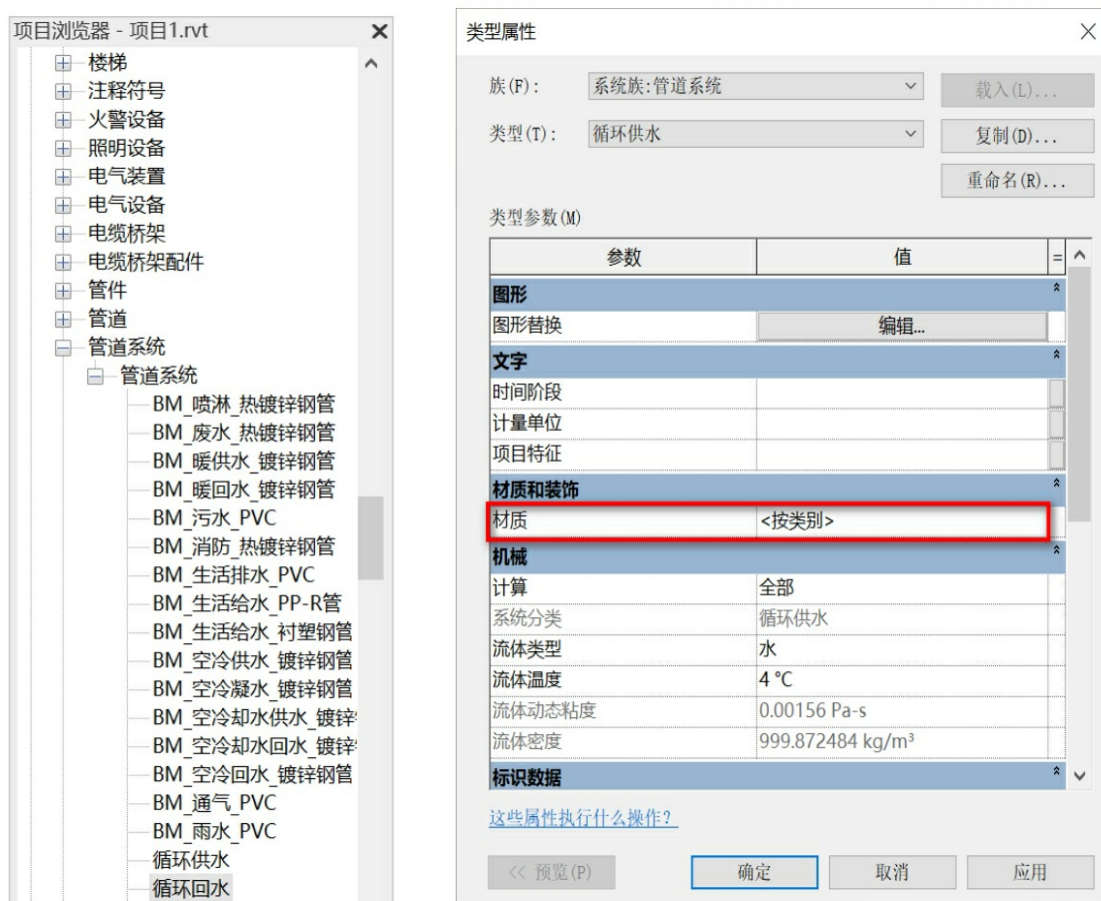

图3-105
(1) 首先画两组管道，“循环供水”和“循环回水”，在项目浏览器中找到管道系统“循环供水”并右击，在弹出的快捷菜单中选择“属性”命令，在弹出的对话框中修改“材质”，如图3-105所示。